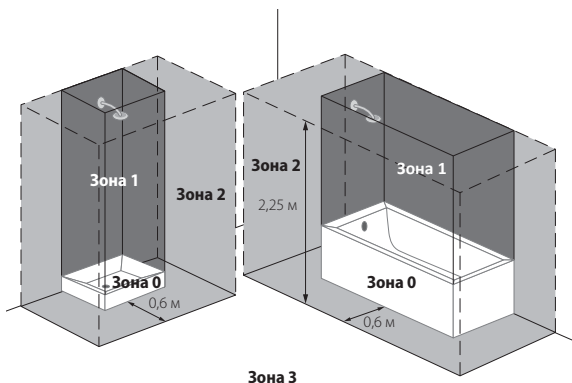

Рисунок 4
**Внимание!** В ванных комнатах полотенцесушитель должен быть размещен только в зоне 3 таким образом, чтобы исключить контакт находящегося в ванной или душевой кабине человека с полотенцесушителем (Рисунок 4).